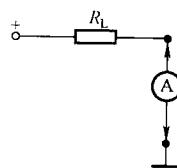

图 1-4 电流的测量
(2)电流的测量。电流的测量如图 1-4 所示。将万用表置于直流电流档合适的量程,并将万用表以串联的方式与被测电路相接。选择量程时,应从大到小试选,以免损坏表头。